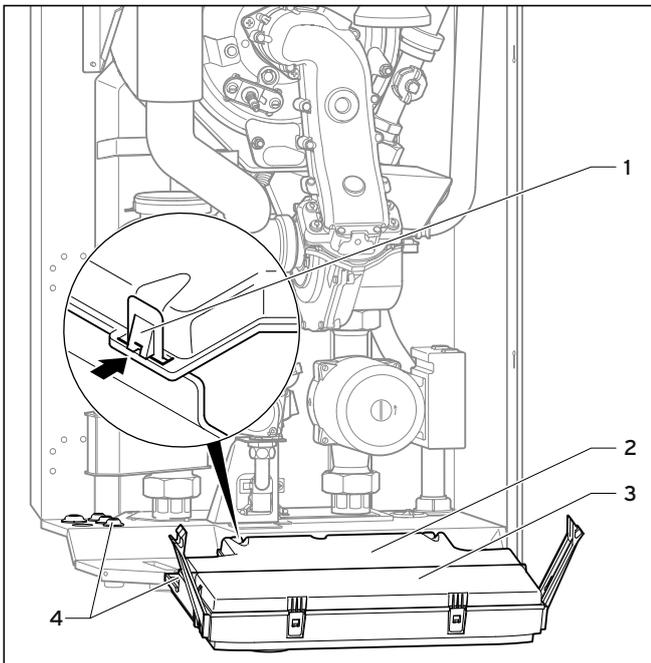

Abb. 5.15 Rückwand der Elektronikbox öffnen
- Nehmen Sie die Frontverkleidung des Gerätes ab (siehe Kap. 4.8) und klappen Sie die Elektronikbox (3) nach vorn (siehe Abb. 5.15).
- Clipsen Sie den hinteren Deckel (2) der Elektronikbox an den Stellen (1) aus und klappen Sie den Deckel hoch (siehe Abb. 5.15).
- Führen Sie die Anschlussleitungen der jeweiligen, anzuschließenden Komponenten durch die Kabeldurchführungen (4) links an der Geräteunterseite (siehe Abb. 5.15)